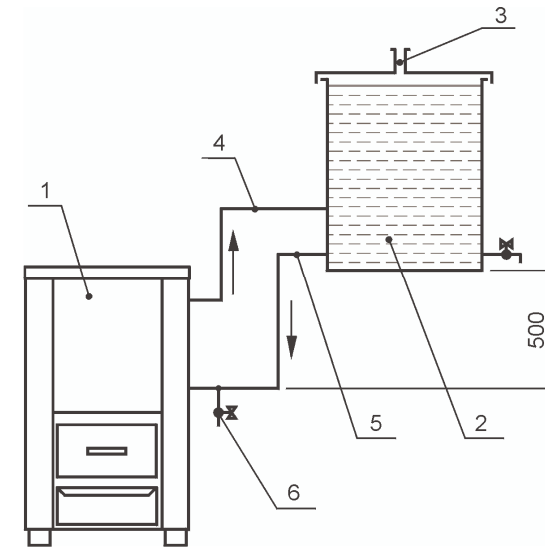

Рис. 5
- крышка ёмкости с водой должна быть оснащена трубкой (рис. 5., п.3) или отверстием, для того чтобы там не создавалось давление;